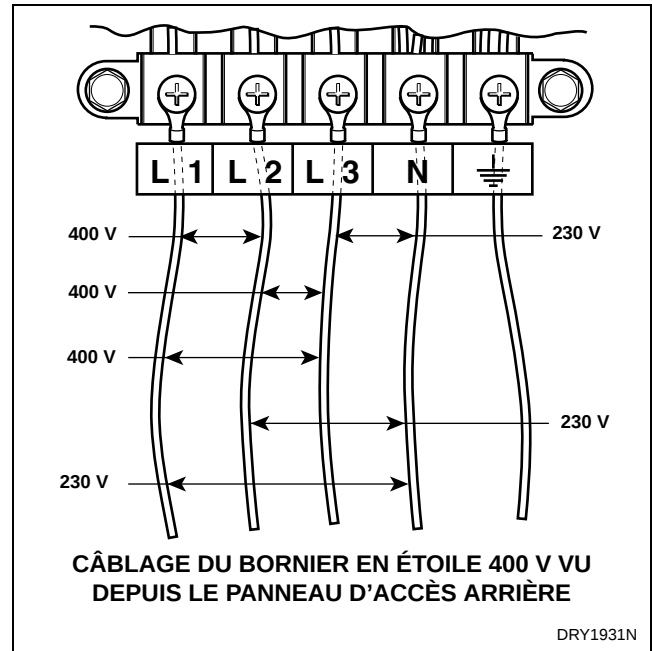

Figure 16
2. Raccorder les fils du cordon d'alimentation comme sur la *Figure 16*.